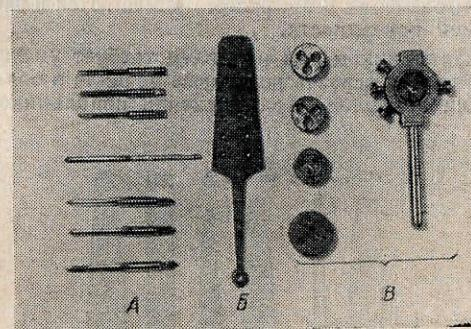

Рис. 3
**Инструмент для нарезания резьбы.** Для нарезания резьбы на винтах применяются лерки (рис. 3, В) или винторезная доска (рис. 3, А).
Для нарезания резьбы в отверстиях под винты применяются метчики (рис. 3, А), изготовленные из высокосортной стали и закаленные до определенной твердости.
Перед тем как нарезать на винте резьбу, необходимо определить точность совпадения режущего инструмента с резьбой, для которой изготавливается винт. Заготовка для винта делается соответственно с диаметром метчика, которым производилась нарезка в детали. Ни в коем случае нельзя заготовку винта делать хотя бы немногим больше обусловленного диаметра, иначе во время нарезания могут сорваться витки или сломаться сам стержень винта. В винторезных досках всегда бывает два ряда режущих резьбу отверстий (рис. 3, Б). Номерной ряд отверстий служит для грубой первоначальной нарезки, а соседний ряд — для чистовой проходки.